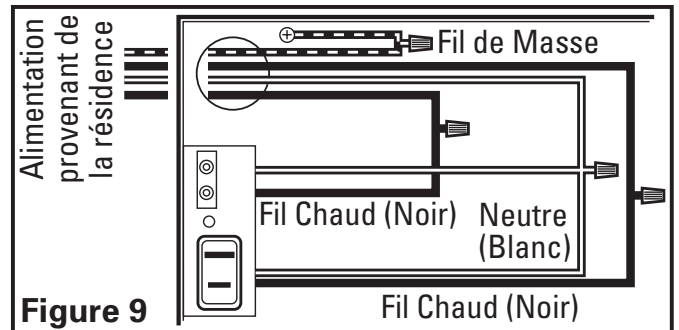

Figure 9
- 1a. Par là où vous avez accès à l'intérieur de la boîte de jonction du ventilateur, raccorder un fil Blanc de la maison aux deux fils Blancs du réceptacle de la lumière du ventilateur et le fil Blanc du réceptacle du ventilateur d'évacuation. Raccorder le premier fil Noir provenant du commutateur mural au fil Noir du réceptacle de la lumière. Raccorder le second fil Noir provenant de la maison vers le réceptacle du ventilateur d'évacuation. Raccorder le fil de mise à la terre de la maison au fil Vert de la vis de mise à la terre du ventilateur (**Figure 9**). Utiliser des méthodes de raccordement approuvées pour toutes les connexions.